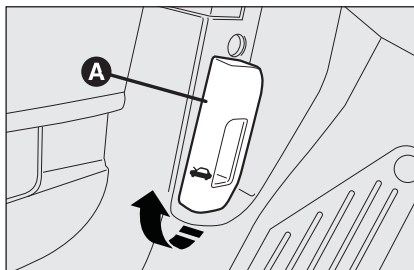

fig. 96
- ☐ tire de la palanca **A-fig. 96** en el sentido indicado por la flecha;